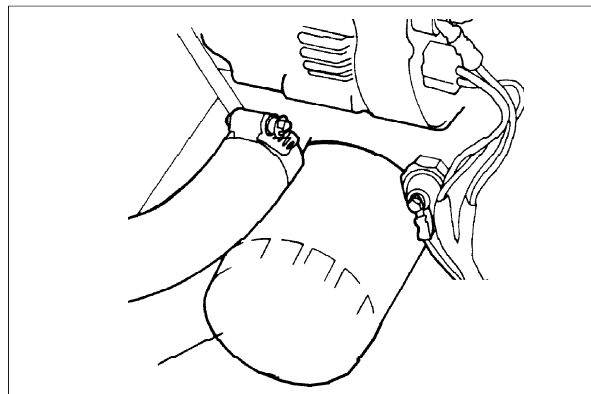

Fig.22
Filtro dell'olio (Fig.22)
Motorölfilter (Fig.22)
- ⑩ A Fig. 22: Pressione di azionamento gruppo giraleme: 207 bar